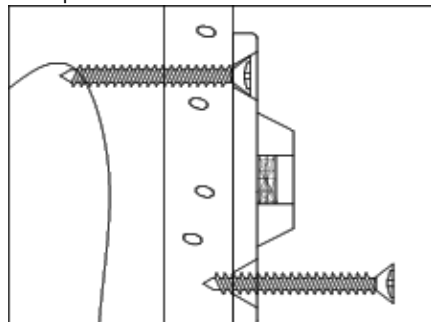
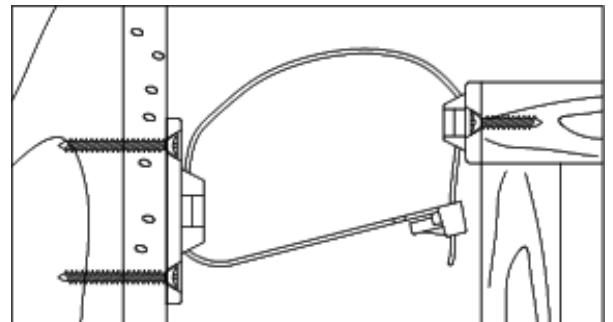

Figura 2
Figura 3
3) MONTAJE DEL SOPORTE LATERAL DE LA PARED: Posicionar el soporte lateral de la pared a lo largo de la marca del parante seleccionado para que quede adyacente al soporte lateral del mueble cuando se mueva a su posición definitiva. El soporte lateral de la pared debe estar aproximadamente UNA pulgada más abajo que el soporte lateral del mueble (ver la Figura 3). Utilizar los DOS tornillos largos para asegurar el soporte lateral de la pared a la pared. Recordar colocar el soporte lateral de la pared en posición vertical para que ambos tornillos se enganchen en el parante seleccionado de la pared (ver la Figura 2).